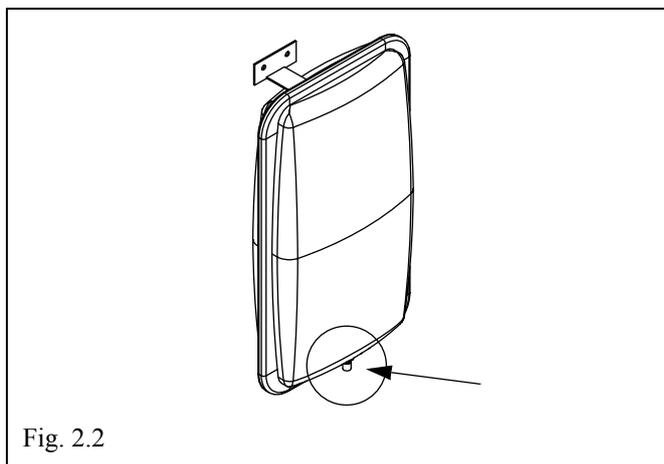

Fig. 2.2
- La precarica del vaso di espansione riscaldamento sia di un 1 bar. Rimuovere il tappo di protezione dalla valvola per il controllo e la carica situata sulla parte superiore del vaso (FIG. 2.2); con un manometro verificare la pressione di precarica e procedere all'eventuale caricamento attraverso un compressore.